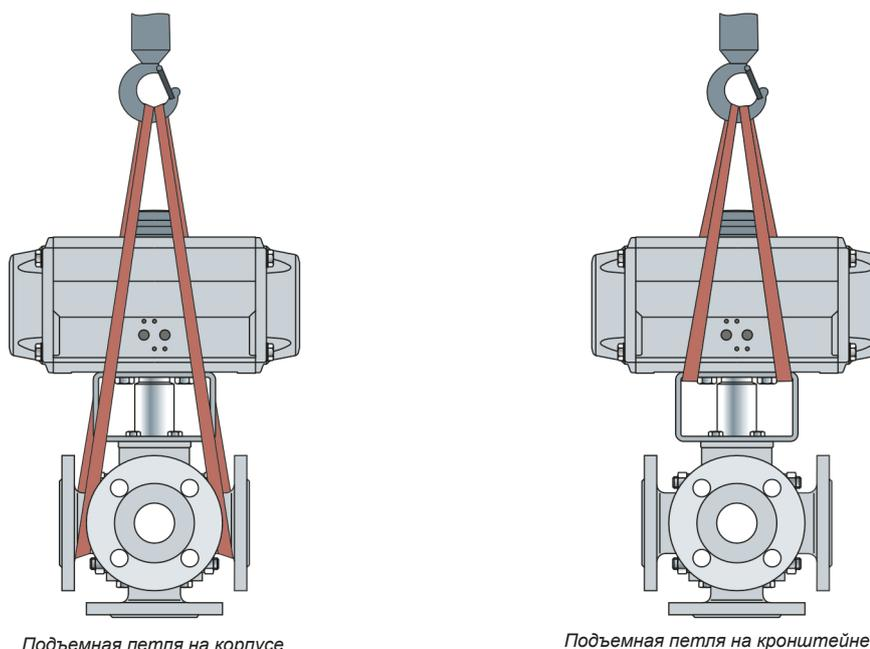

Рис. 4-1. Такелажные точки подъема на шаровом кране
- ⇒ Используйте крюк с предохранительным фиксатором в качестве несущего средства, чтобы грузозахватное приспособление не могло соскользнуть с крюка во время подъема и транспортировки, см. рис.4-1.
- ⇒ Прикрепите по одной подъемной петле к каждому фланцу корпуса и несущему средству (например, крюку) крана или вилочного погрузчика, см. рис. 4-1. При этом обратите внимание на безопасность, грузоподъемность и длину подъемных петель.
- ⇒ Прикрепите по одной подъемной петле к кронштейну и несущему средству (например, крюку) крана или вилочного погрузчика, см. рис. 4-1. При этом обратите внимание на безопасность, грузоподъемность и длину подъемных петель.